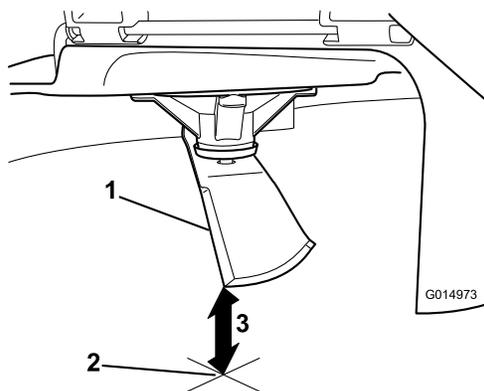

Figura 73
3. Mida desde la punta de la cuchilla hasta la superficie plana (Figura 73).